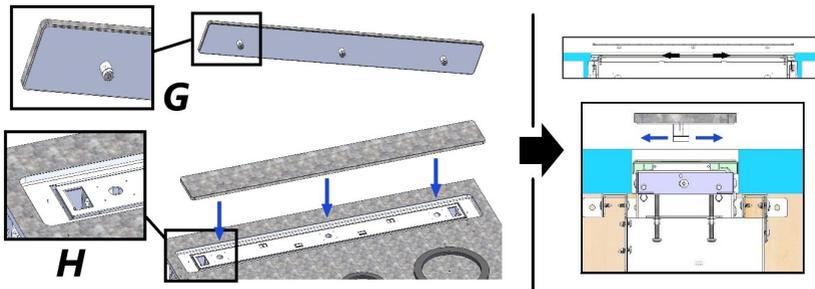

Fig. 16.2
Para determinar o correto alinhamento do downdraft, coloque a peça (colada no passo anterior) dentro do nicho retangular, fazendo coincidir os imãs (G) com a sede (H) e verifique se as duas superfícies estão perfeitamente alinhadas nível (fig. 16.2).